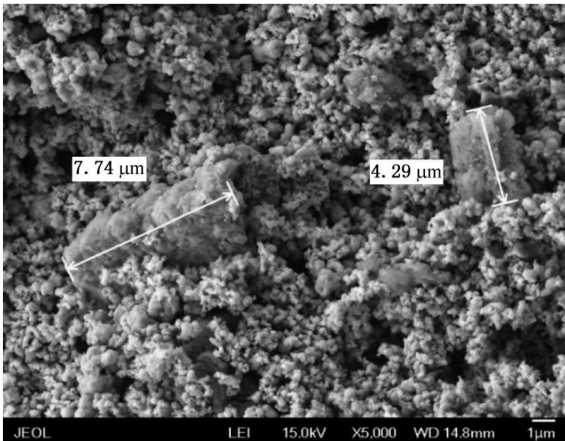

图 A.2 碳化钨粉末硬团聚 (5 000 ×)
7.2.4 若在低倍视场下发现粉末团聚,放大到 $5\,000\times\sim 10\,000\times$ 观察,如果该团聚结构致密则为碳化钨粉末硬团聚,测量并记录碳化钨粉末硬团聚的数量和尺寸,参见附录 A 图 A.2。